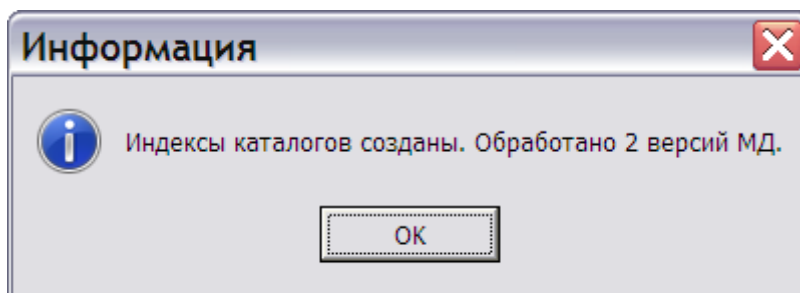

Рис. 6.91
5. После выбора ответа «Да» система произведет создание индексов, и появится сообщение о результатах (Рис. 6.91).